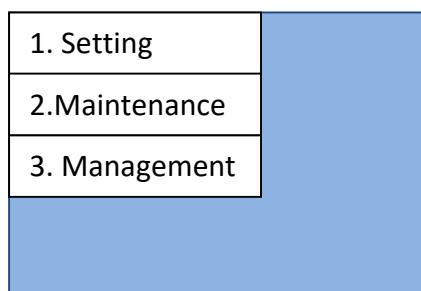
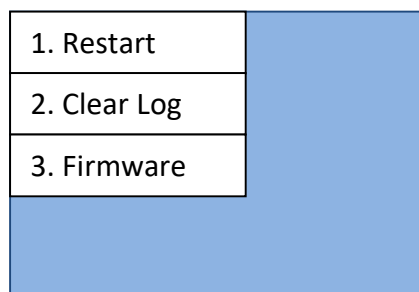
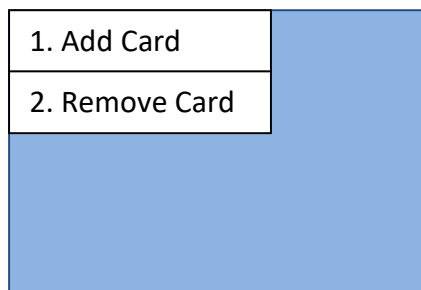
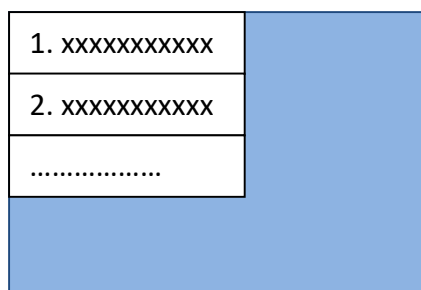

Figura 23 - Schermata principale di configurazione
Figura 28 - Schermata manutenzione
Figura 31 - Schermata di controllo RFID card
Figura 34 - Schermata rimozione card
- 4) Se la password è inserita correttamente, si apre la pagina in Figura 23, attraverso la quale è possibile avere accesso a tutte le configurazioni del dispositivo. Le voci del menù sono selezionabili attraverso i tasti Avanti e Indietro.
- 1) Dalla schermata in Figura 23, selezionare il punto '1 . Settings' e premere il tasto Conferma/invio. Attendere la comparsa della pagina in
- 1) Nella schermata in Figura 23, selezionare la voce '2. Maintenance' e premere su Conferma/Invio. Attendere la comparsa della schermata in Figura 28.
- 3) Selezionare 'Clear log' dalla schermata in Figura 28, per cancellare la lista eventi sul dispositivo. Confermare nella schermata in per effettuare la cancellazione.
- 4) Selezionare '3. Firmware' dalla schermata in Figura 28, per visionare la versione software del dispositivo.
- 1) Nella schermata in Figura 23, selezionare la voce '3. Management' e premere su Conferma/Avvio. Attendere la comparsa della pagina in Figura 31.
- 3) Per rimuovere una card di abilitazione carica, selezionare '2. Remove card' dalla schermata in Figura 31 e attendere la comparsa della schermata in Figura 34.